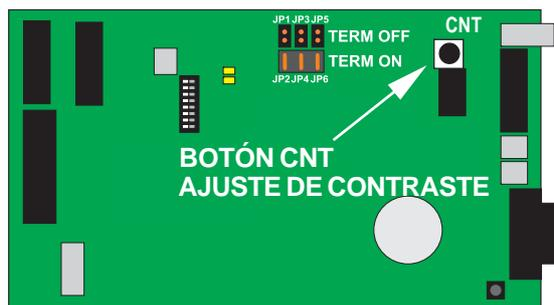

Figura 11 - Botón de ajuste de contraste.
- Abra la puerta del repetidor y presione el botón de contraste (CNT) ubicado en la placa de la parte posterior de la puerta (Ver Figura 11). Mientras se mantenga presionado CNT, el contraste irá variando entre 11 niveles preseleccionados desde (-5 a +5).